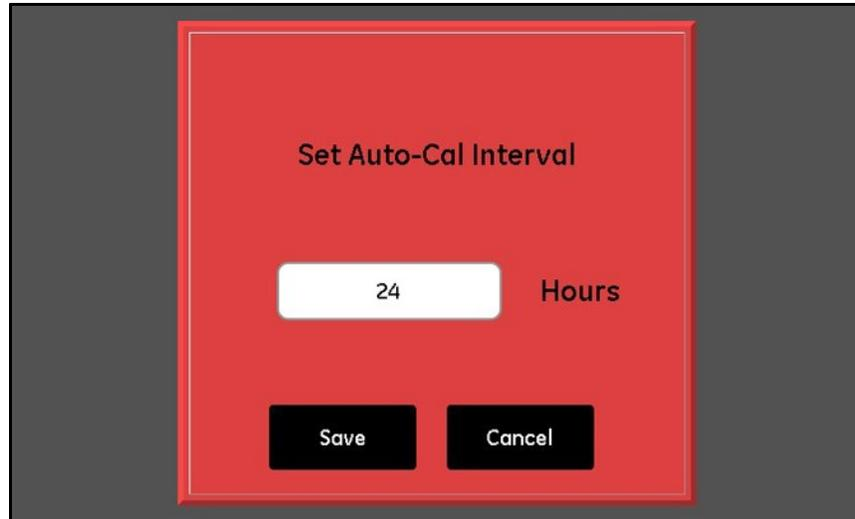

Abbildung 57: Bildschirm „Autokal.-Intervall“
1. Tippen Sie im Bildschirm *Sensorkonfiguration* auf die Schaltfläche **Autokal-Konfig.**, um auf die *MH*-Referenzwerte für den gewünschten Sensor zuzugreifen (siehe *Abbildung 57* unten).